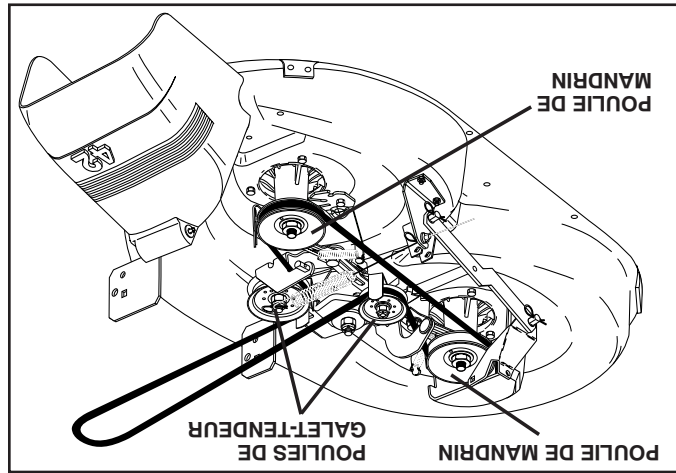

FIG. 20
**POUR REMPLACER LA COURROIE D'ENTRAÎNEMENT DE LAME DE TONDEUSE** (Voir la Fig. 20)